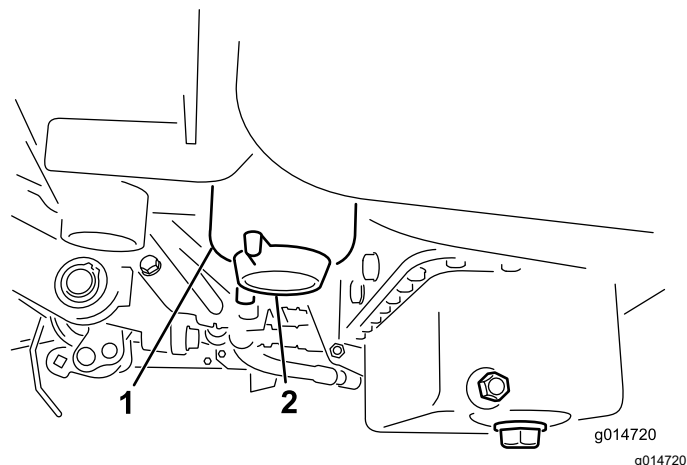

Figura 33
2. Curățați zona de montare a recipientului filtrului (**Figura 33**).
4. Deschideți buonul de golire al filtrului (**Figura 33**).